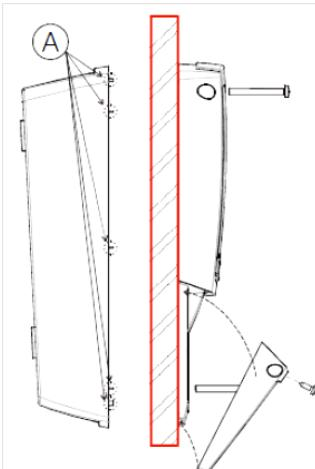

Fig. 6
4. Skjær av taggene (indikert i Fig. 6, A) fra bakre delen av regulatoren.